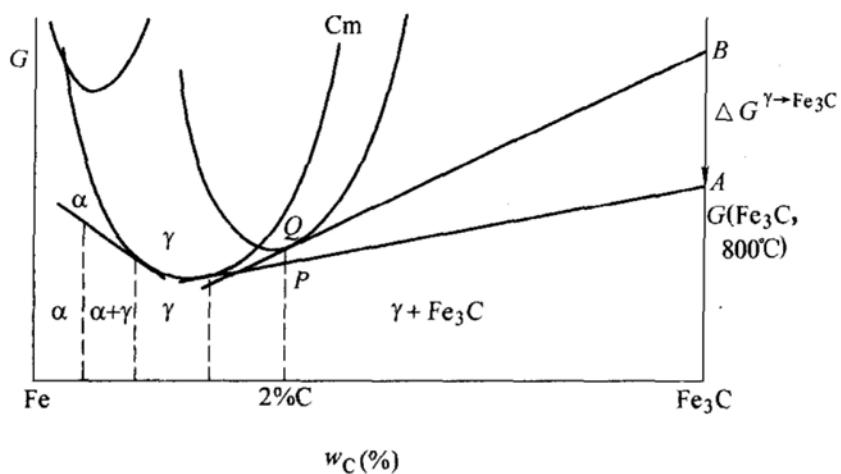

图 4-10 第十三题第 3 小题解答图
①将有不平衡共晶组织出现，可能发生共晶反应产生 Ld 。
②得到的 P 其片层间距将更为细小。
③析出 Fe_3C_{II} 的量将减少，甚至完全抑制了 Fe_3C_{II} 的析出。
3. 见图 4-10。 α 、 γ 和 $\gamma + Fe_3C$ 曲线两两相切。当含 C 为 2% 时，由直线定则， P 点为 $\gamma + Fe_3C$ 两相的自由能， Q 点为 γ 母相的自由能。对于该合金，肯定析出 Fe_3C 而不会是析出 α 。